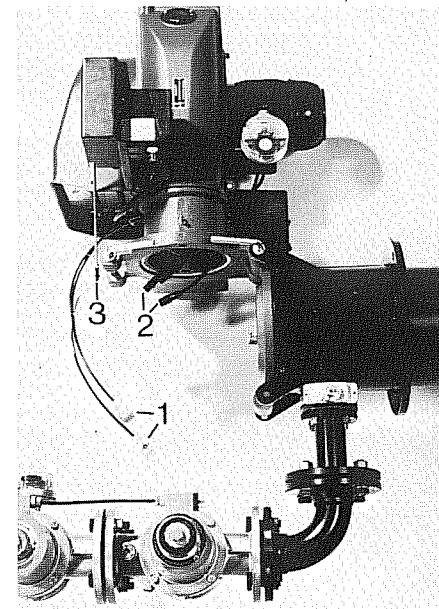

Abb. 58
- Brenner ausschwenken (Abb. 58)